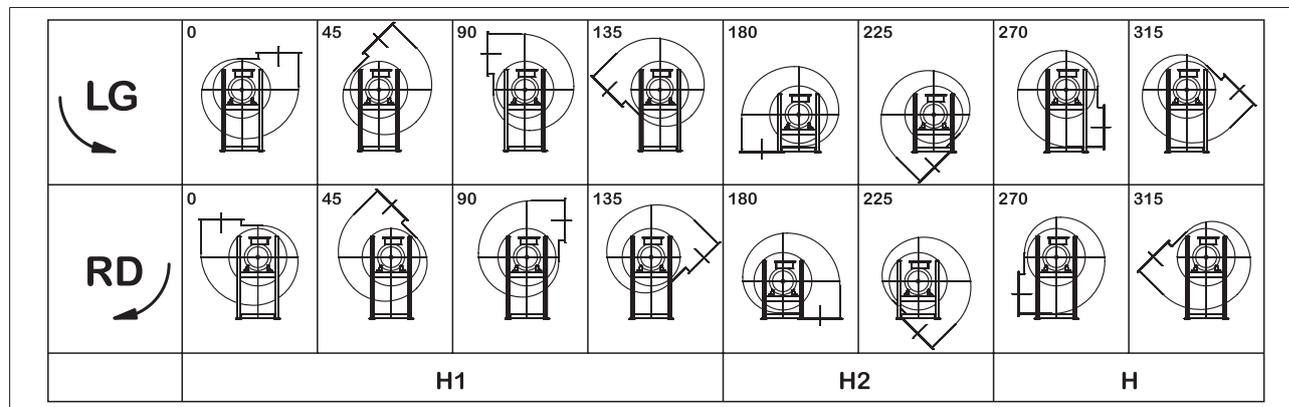
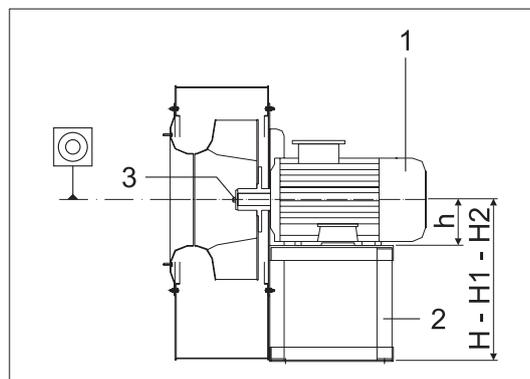

FIG. 13 (Orientamento)
FIG. 16 (Montaggio del motore sulla sedia)
**5.2.1- Controlli prima del montaggio (TAB. 8 e FIG. 13)**Prima di effettuare il montaggio del ventilatore effettuare i controlli riportati in **TAB. 8**.
3	Per i modelli forniti montati verificare il corretto orientamento della cassa (0°, 45°, 90°...) ed il corretto senso di rotazione della girante (LG = antiorario o RD = orario) eventualmente identificato da un'etichetta adesiva (freccia - v. FIG. 32) applicata esternamente. N.B. Il corretto orientamento della cassa va verificato nella "tabella orientamenti" riportata nei relativi "cataloghi cartacei" (v. esempio FIG. 13). L'individuazione del senso di rotazione della girante va verificato guardando la stessa dalla parte del motore elettrico.
7	Assicurarsi che l'altezza asse del motore elettrico (FIG. 16 - Rif. h) corrisponda all'altezza del foro della sedia dalla base superiore della sedia.
8	Assicurarsi che la quota H o H1 o H2 sia quella richiesta (v. FIG. 16 - Rif. H - H1 - H2 e nella tabella "orientamento" nei "cataloghi cartacei" alla pagina "Dimensioni d'ingombro e pesi" o nel sito - v. esempio FIG. 13).
5.4.1- Montaggio del motore elettrico sulla sedia (FIG. 16)
- 1) Posizionare il motore elettrico (FIG. 16 - Rif. 1) sopra il basamento della sedia (FIG. 16 - Rif. 2) inserendo l'albero motore elettrico (FIG. 16 - Rif. 3) nel foro della sedia;
- 2) Verificare la coassialità del foro con l'albero motore elettrico accertandosi che l'altezza dell'albero motore elettrico appoggiato alla sedia corrisponda all'altezza del foro della cassa dalla base della sedia (FIG. 16 - Rif. h);
Nei ventilatori di grandi dimensioni la sedia è direttamente saldata alla cassa mentre in quelli di medie / piccole dimensioni la cassa (FIG. 21 - Rif. 3) deve essere fissata alla sedia (FIG. 21 - Rif. 4) mediante bulloni. È obbligatorio che la cassa venga fissata correttamente alla sedia secondo l'orientamento richiesto all'ordine (FIG. 13).